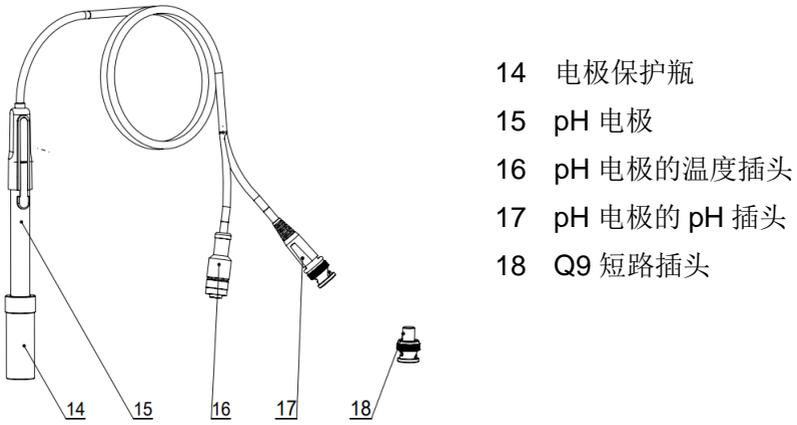

图 4-3 电极和 Q9 短路插头示意图
- 1) 将 pH 电极（15）（图 4-3）安装在电极架（5）上；